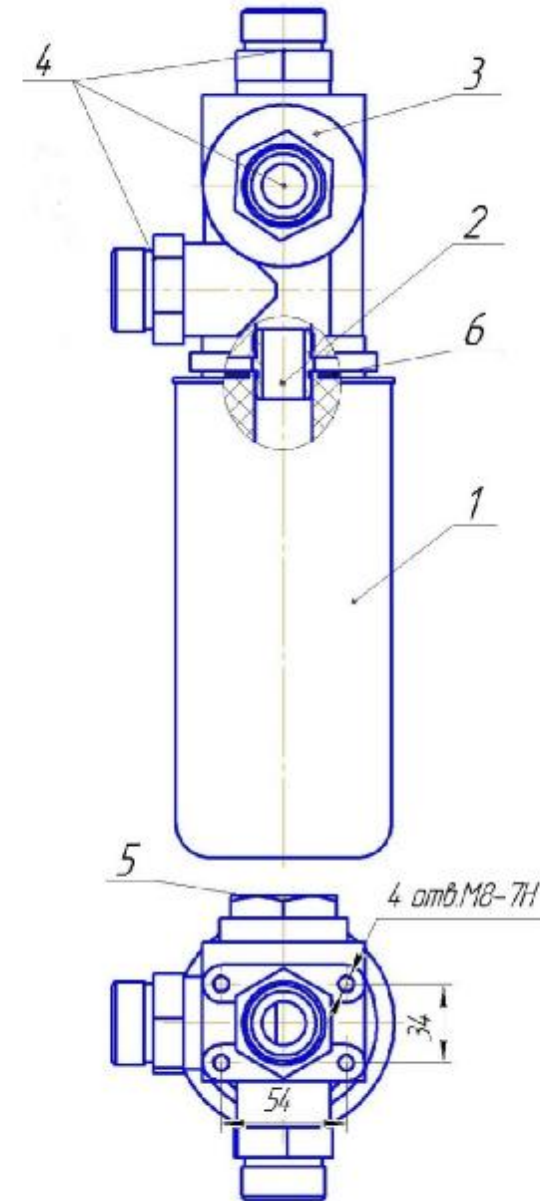

Рисунок 8. Блок распределения.
4.1.6 Блок распределения (рис.8) предназначен для фильтрации масла и направления его по разным каналам.